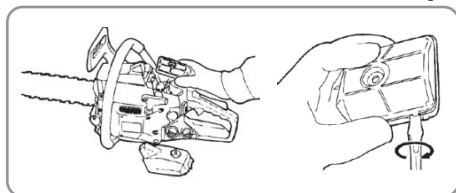

Fig. 14
- Separe las dos partes del filtro utilizando un destornillador (Fig. 14).